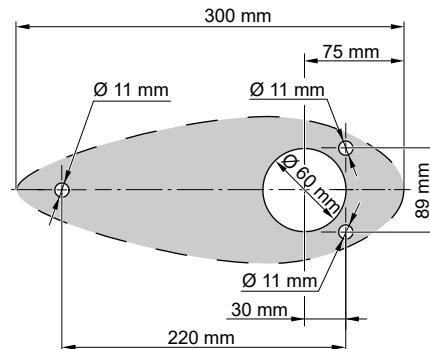

Fig. 8: Dimensions
- Pour le montage du pod, percez quatre trous dans la coque, cf. "Fig. 8: Dimensions". Si besoin, utilisez le bloc d'équilibrage adapté comme gabarit de perçage.
- Placer le bloc d'équilibrage (4) sur la bride de montage (5).